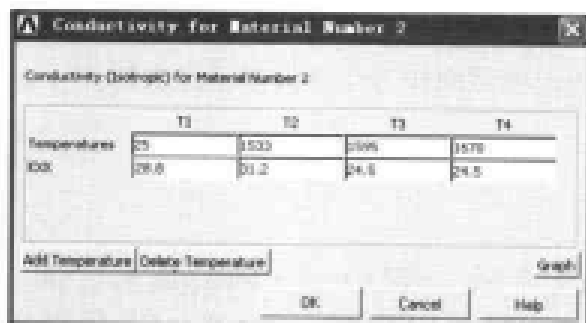

图 12-50 输入铸件材料导热系数对话框
(1) 选择 Main Menu | Preprocessor | Material Props | Material Models 命令, 出现 Define Material Model Behavior 对话框。
(2) 在 Material Models Available 列表框中依次双击 Thermal、Conductivity、Isotropic 选项, 出现 Conductivity for Material Number 1 对话框, 在文本框中输入砂模的导热系数 0.52, 单击 OK 按钮关闭该对话框。
(3) 双击 Define Material Model Behavior 对话框上的 Specific Heat 选项, 出现 Specific Heat for Material Number 1 对话框, 在文本框中输入砂模的比热 110, 单击 OK 按钮关闭该对话框。
(4) 双击 Define Material Model Behavior 对话框上的 Density 按钮, 出现 Density for Material Number 1 对话框, 在文本框中输入砂模的密度 1630, 单击 OK 按钮关闭该对话框。
(5) 在 Define Material Model Behavior 对话框中选择 Material | New Model 命令, 出现 Define Material ID 对话框, 在文本框中输入材料参考号 2, 单击 OK 按钮关闭该对话框。
(6) 双击 Define Material Model Behavior 对话框上 Conductivity 选项下的 Isotropic 选项, 出现 Conductivity for Material Number 2 对话框。
(7) 单击 Add Temperature 按钮 4 次, 参照图 12-50 在文本框中进行输入, 单击 OK 按钮关闭 Conductivity for Material Number 2 对话框。